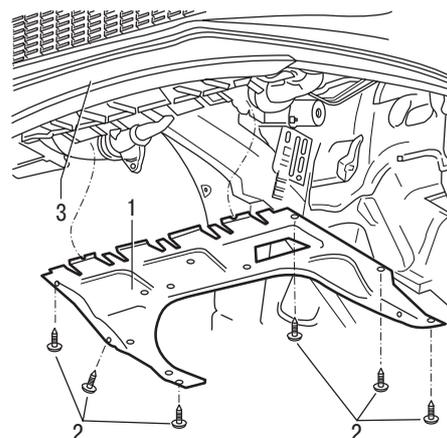

Рис. 5.3. Крепление брызговика двигателя: 1 – брызговик двигателя; 2 – винты крепления; 3 – нижняя облицовка бампера
2. Выверните шесть винтов 2 (рис. 5.3) (по три с каждой стороны) крепления брызговика двигателя.